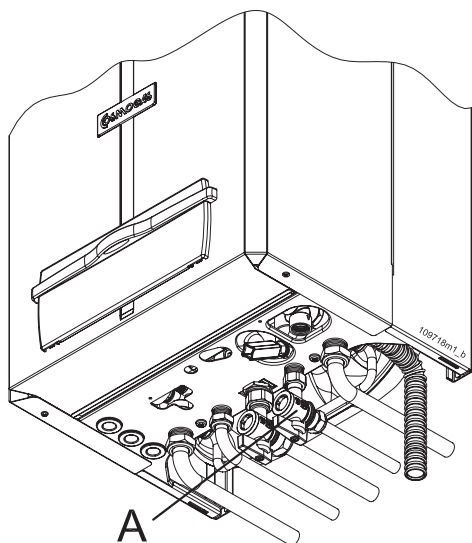

Figura 38 - selettore portata acqua calda sanitaria
- se la temperatura dell'acqua è troppo fredda occorre ridurre la portata dell'acqua attraverso il selettore "A" di figura 38, fino al raggiungimento della temperature desiderata.